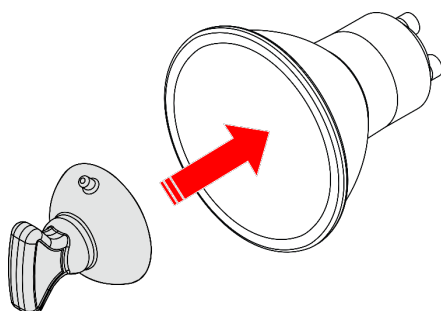

Fig. 04
- 01) Fije la ventosa suministrada a la bombilla (véase la Fig. 04).